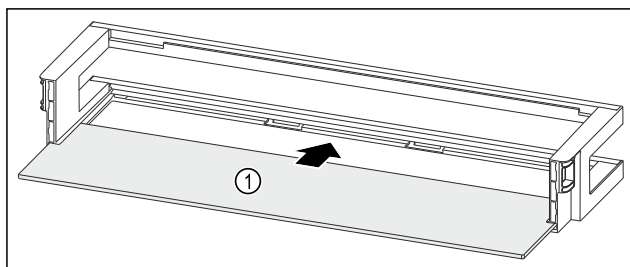

Fig. 225 Rafti i derës me raft mbajtës
- Futni raftin mbajtës Fig. 225 (1) në fole të anësore.